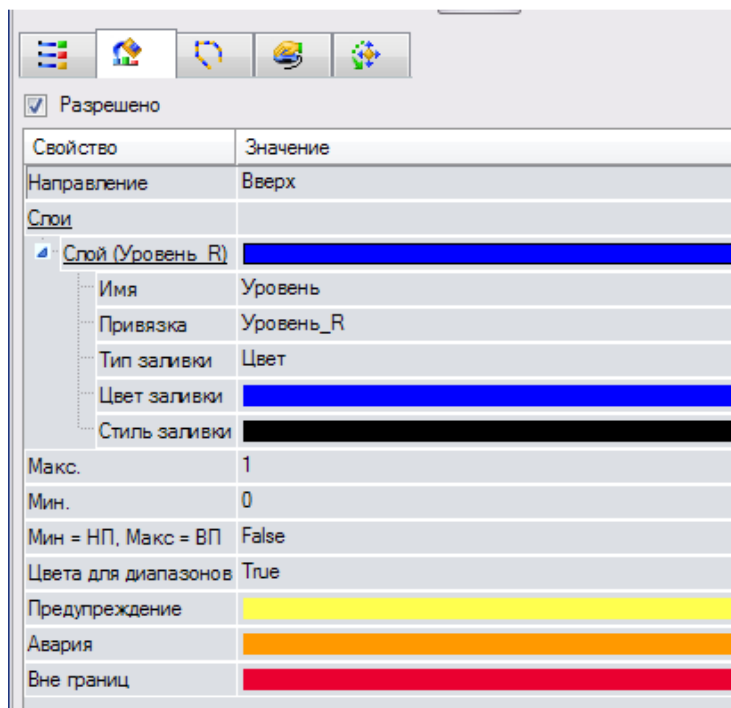

Рис. 3.71 Настройка изменения цвета динамической заливки
8. **Настройка заливки емкости.** Откройте окно свойств объекта **многоугольник** (элемент изображения, обеспечивающий динамическую заливку). Для получения зависимости цвета заливки от состояния контролируемого процесса произведите настройку, как показано на рис. 3.71.